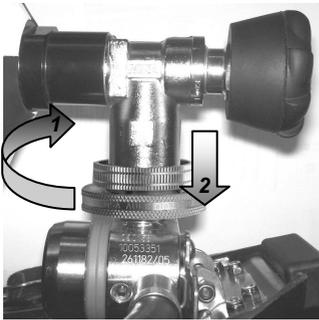

Abb. 19 Entfernen einer Druckluft-Flasche mit alphaCLICK
- (3) Flaschenventil(e) schließen und das Pneumatiksystem des Pressluftatmers über Lungenautomaten entlüften.
- (4) Für Druckluft-Flaschen mit *alphaCLICK* das Handrad der Kupplungsseite (Pfeil 1) zuerst im Uhrzeigersinn drehen (→ Abb. 19) und bei Anschlag in Richtung Druckminderer (Pfeil 2) nach unten drücken.